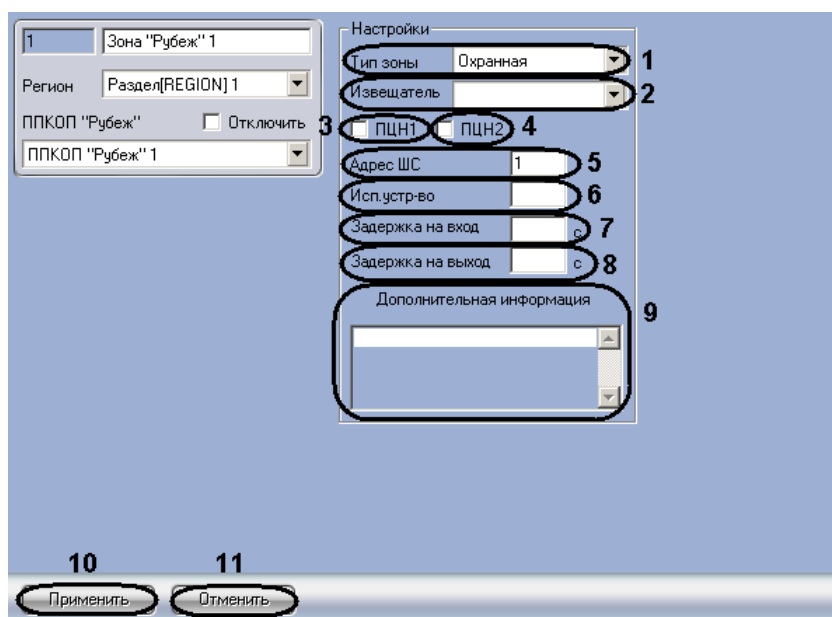

Рис. 3.4-2 Настройка охранных зон
1. Перейти на панель настроек объекта **Зона “Рубеж”** (Рис. 3.4-2).
2. Выбрать тип зоны охраны из соответствующего раскрывающегося списка (см. Рис. 3.4-2, 1).
3. Из раскрывающегося списка **Извещатель** выбрать тип извещателя зоны охраны (см. Рис. 3.4-2, 2).
4. Установить флажок **ПЦН1**, если необходимо передавать состояние зоны охраны на пульт централизованного наблюдения 1 (см. Рис. 3.4-2, 3).
5. Установить флажок **ПЦН2**, если необходимо передавать состояние зоны охраны на пульт централизованного наблюдения 2 (см. Рис. 3.4-2, 4).
6. В поле **Адрес ШС** необходимо ввести адрес соответствующего шлейфа сигнализации на приборе Рубеж-07 (см. Рис. 3.4-2, 5).
7. Указать при необходимости в поле **Исп. устр-во** номер исполнительного устройства для данной зоны (см. Рис. 3.4-2, 6).
8. Ввести в поле **Задержка на вход** значение в секундах, определяющее время для снятия шлейфа с охраны при входе (см. Рис. 3.4-2, 7).
9. Ввести в поле **Задержка на выход** значение в секундах, определяющее время, при котором объект сможет совершить выход после постановки зоны на охрану (см. Рис. 3.4-2, 8).
*Примечание. В поле **Дополнительная информация** можно ввести любую необходимую информацию о данной зоне охраны (см. Рис. 3.4-2, 9).*
10. Для сохранения изменений нажать кнопку **Применить** (см. Рис. 3.4-2, 10).
*Примечание. Для отмены внесенных изменений необходимо нажать кнопку **Отмена** (см. Рис. 3.4-2, 11).*